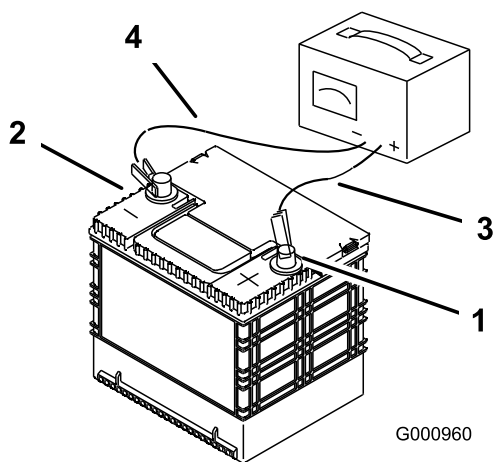

Figure 67
3. Quand la batterie est chargée au maximum, débranchez le chargeur de la prise, puis débranchez les fils du chargeur des bornes de la batterie (Figure 67).